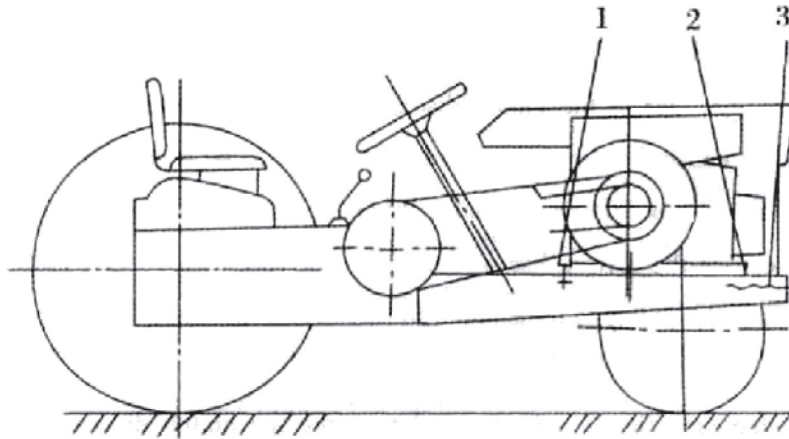

Рис. 3.1. Натяжение V-образного ремня.
3.1.1. Приводной ремень (рис. 3.1)